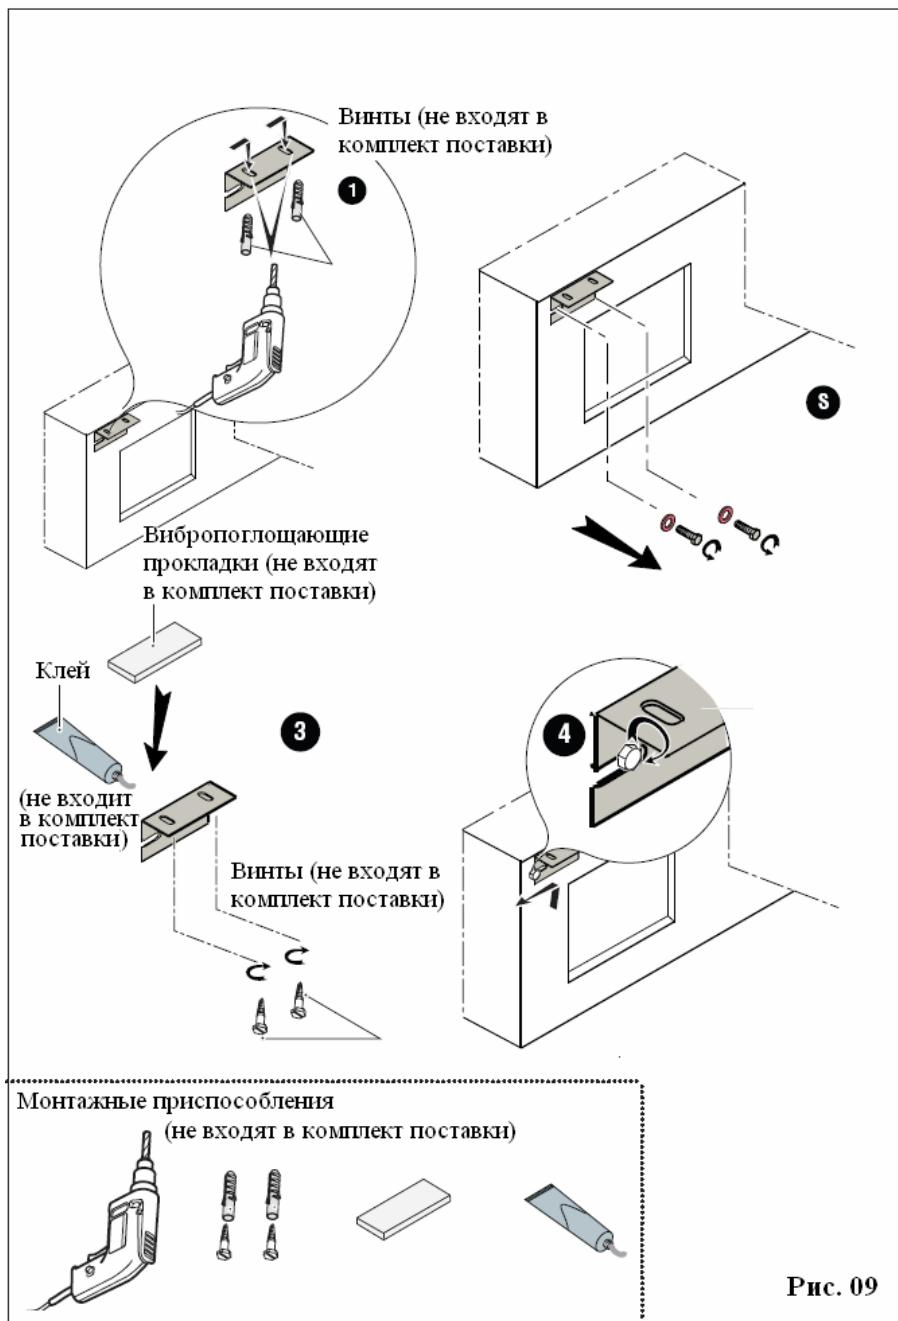

Рис. 09
- Просверлите отверстия в стене в точках, отмеченных на Рис. 09.